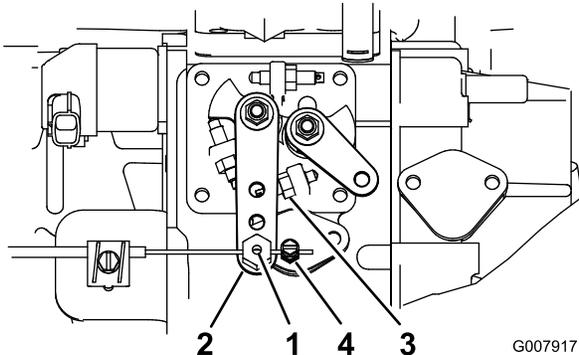

Figura 64
2. Afloje el conector del cable del acelerador, en el cable del acelerador, junto a la palanca de la bomba de inyección (Figura 64).
3. Sujete la palanca de la bomba de inyección contra el tope de ralentí alto (Figura 64).